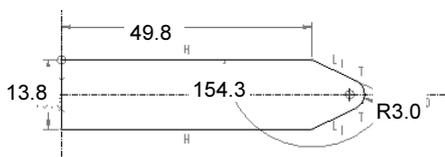

图 2.13.9 打开尺寸显示
- Step 1** 选中  按钮中的 显示尺寸 复选框，打开尺寸显示，此时图形如图 2.13.9 所示。